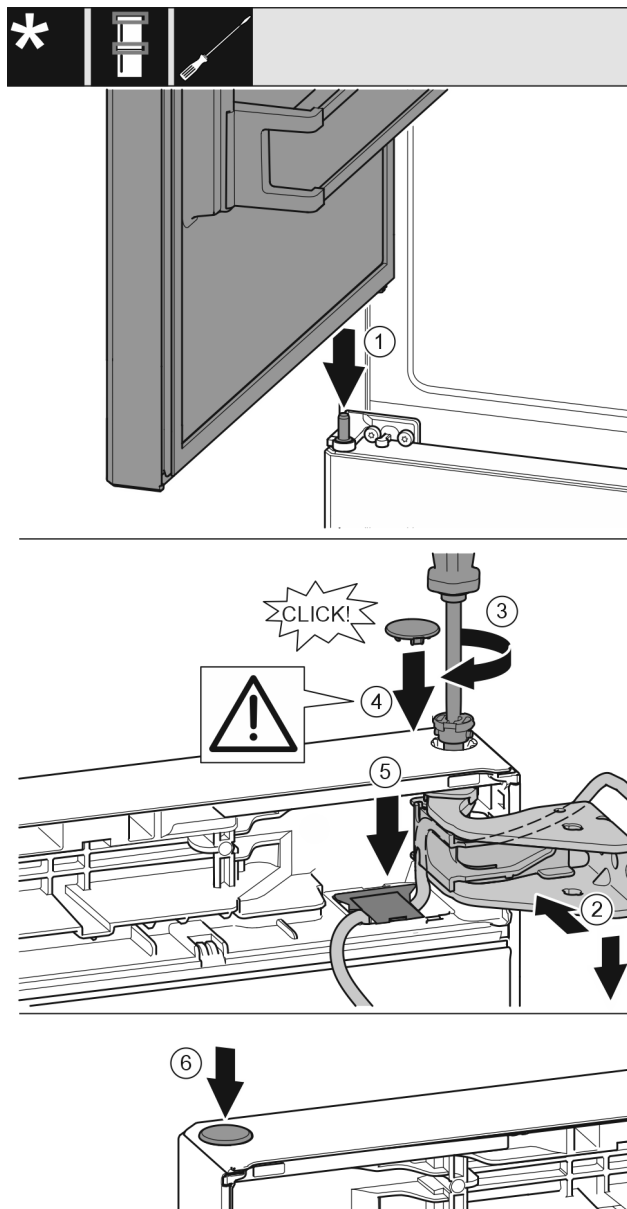

Fig. 30
- ▶ Vrchné dvere nasadíte na stredný ložiskový čap Fig. 30 (1)
- ▶ Dvere hore vyrovnajte s otvorom v ložiskovej konzole. Fig. 30 (2)
- ▶ Vložte čap a pevne ho priskrutkujte skrutkovačom T15. Fig. 30 (3)
- ▶ Namontujte poistný kryt pre poistku dverí: nasadíte poistný kryt a skontrolujte, či prilieha ku dverám. Inak čap vložte úplne. Fig. 30 (4)
- ▶ Znova nasadíte kryt a tlačte ho nadol, kým nezapadne. Fig. 30 (5)
- ▶ Nasadíte zátku. Fig. 30 (6)